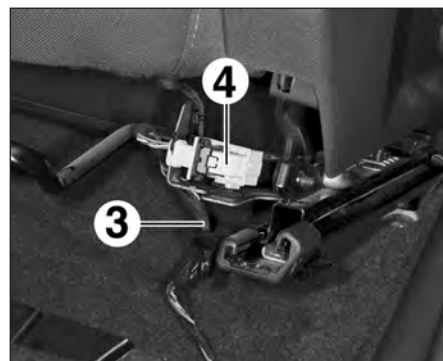

FIG.44
- Dégrafer le faisceau électrique (3) du siège (Fig.44).
- Débrancher le connecteur (4).